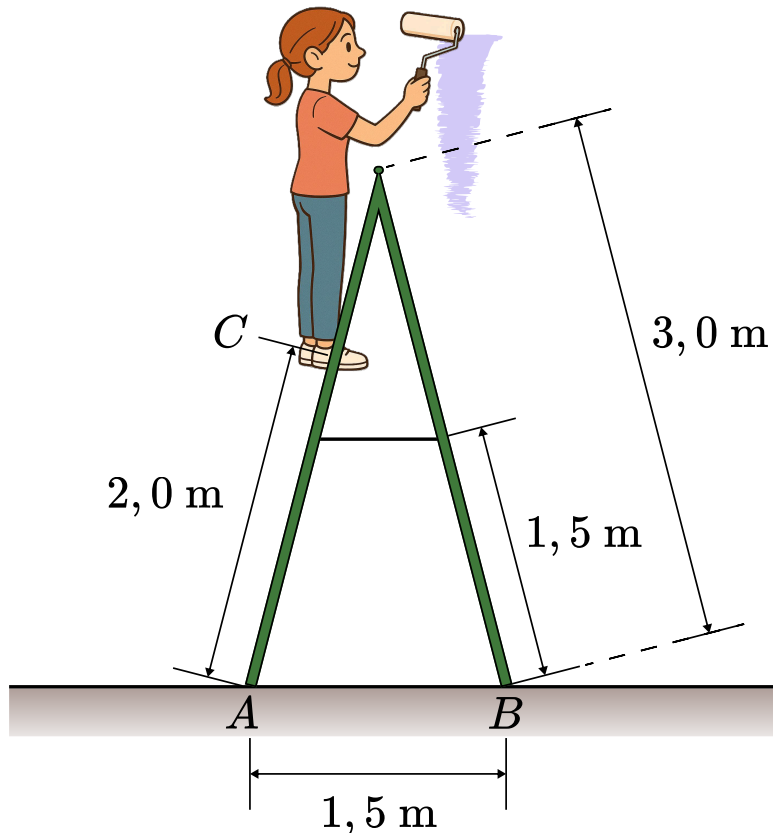

Figura 6: Escalera en forma de "A". Ejercicio 3.
3. La escalera mostrada en la Figura 6 tiene forma de "A" y está apoyada sobre un piso horizontal en los puntos A y B , separados una distancia de $1,5\text{ m}$. Cada lado de la escalera puede modelarse como una barra uniforme de longitud $3,0\text{ m}$ y masa despreciable.